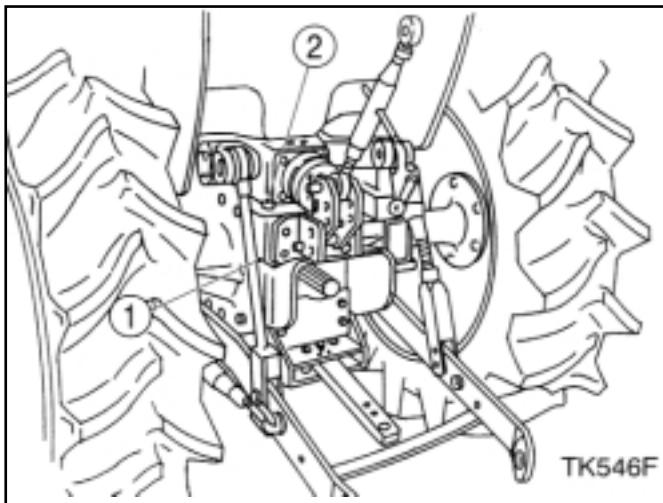

FIG. 100 / ABB. 100 / FIG. 100
TK546 - Placez le tracteur sur un sol plat. Vérifiez le niveau d'huile par le hublot de contrôle du niveau d'huile (1) (Fig. 100).
TK546: Den Traktor auf ebenem Grund abstellen. Den Ölstand über das Schauglas (1) (Abb. 100) kontrollieren.
TK546 - Parkeer de tractor op een vlakke ondergrond. U dient het oliepeil te controleren via het kijkglas (1) (Fig. 100).